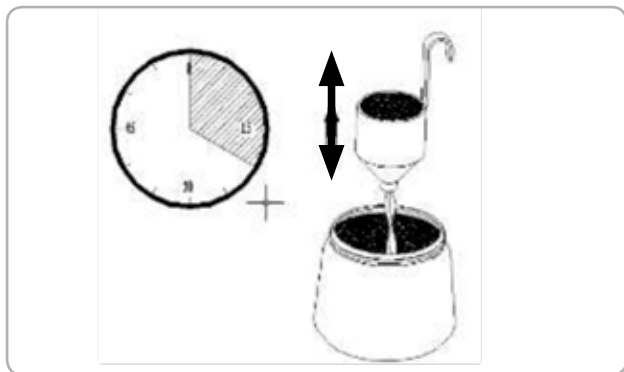

Fig.7
- Măsurați în secunde timpul necesar pentru ca vopseaua să se scurgă complet din capsula. Fig 7